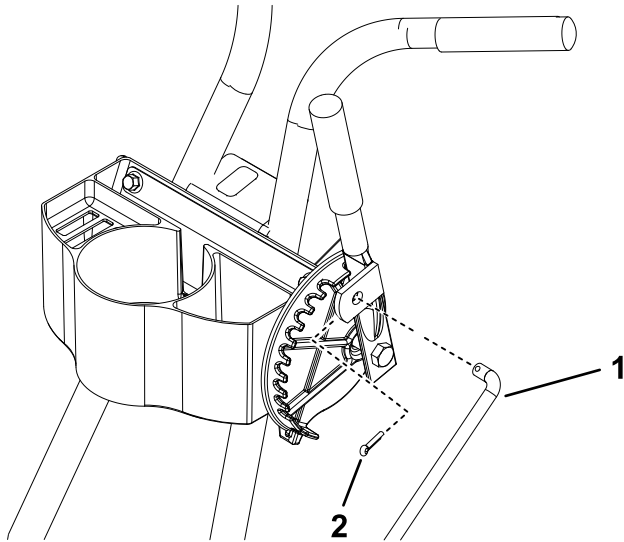
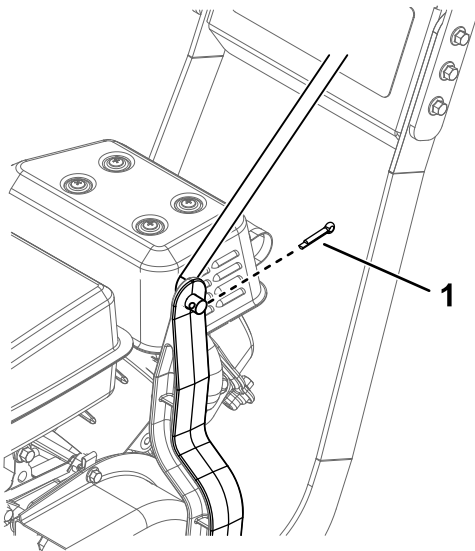

Figure 8
Figure 9
7. Installez la tige de commande sur la poignée de commande de la lame et le bras de commande, comme montré à la Figure 8 et la Figure 9.